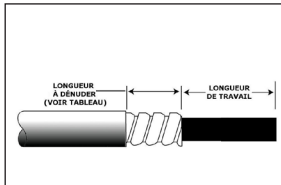

Figure 2
- Couper la gaine extérieure à dénuder selon le tableau (Figure 2).